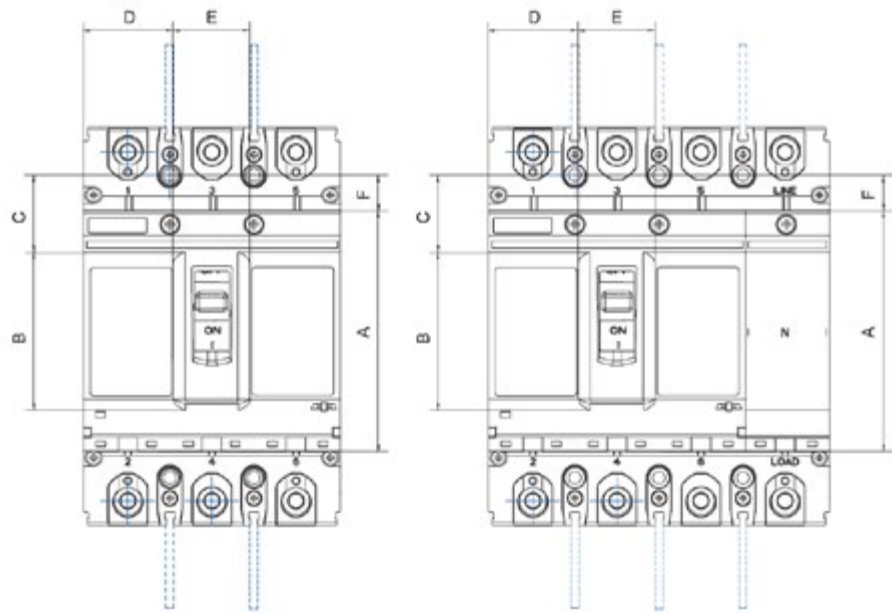

图 3 手柄开孔尺寸及面板开孔尺寸
9.2 产品的手柄开孔尺寸及面板开孔尺寸见表 32 和图 3